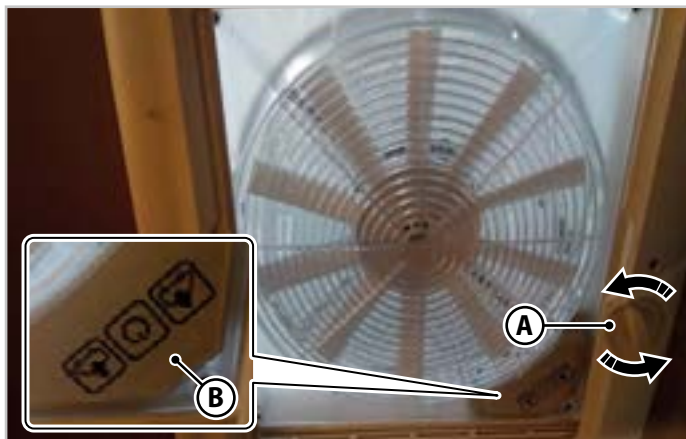

Fig.6.5 - Takluke med hånddratt som kan åpnes
Ved å dreie åpningshåndhjulet (A - Fig.6.5) i begge rotasjonsretninger, heves takvinduet (for åpning) eller senkes (for lukking). Takvinduet åpning kan justeres til en hvilken som helst mellomposisjon.
For å bruke ventilasjons- og sugefunksjonen åpner du takluken med håndhjulet (A - Fig.6.5) og velger ventilasjonsfunksjonen med luftinntak (IN) eller sug (OUT) ved hjelp av tastaturet (B - Fig.6.5).